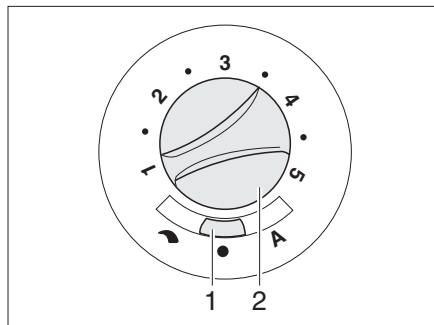

Fig. 105 Commutateur de commande du ventilateur à air pulsé (12 V)
- Régler l'interrupteur à curseur (Fig. 105,1) sur "↷" (réglage manuel) ou "A" (mode automatique).
- Si l'interrupteur à curseur est réglé sur (Fig. 105,1) "↷" (réglage manuel) : Régler la puissance désirée du ventilateur à air pulsé à l'aide du bouton de commande (Fig. 105,2).
- Régler l'interrupteur à curseur (Fig. 105,1) sur "●" (arrêt). Lorsque le chauffage est en marche, cet interrupteur est à l'arrêt.